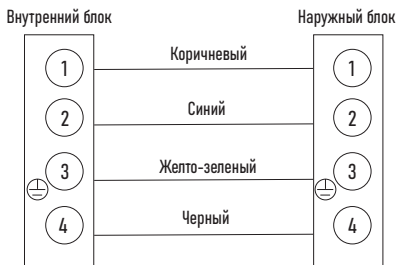

Рисунок 15
- Подсоедините провода питания и сигнальный провод в соответствии со схемой на стр. 10 и рис. 15.
- Подключите соединительные провода в соответствии со схемой на стр. 10 и рис. 15.